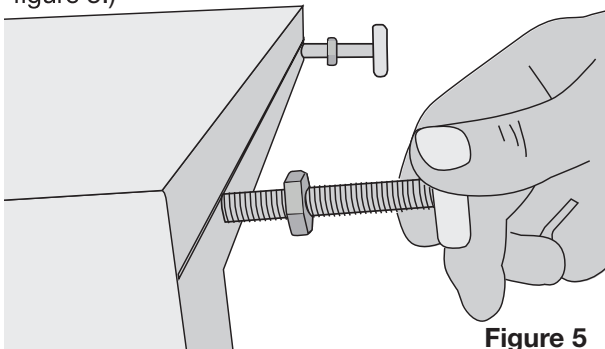

Figure 5
- 2** Installer les pieds de nivellement un par un. (Voir la figure 5.)